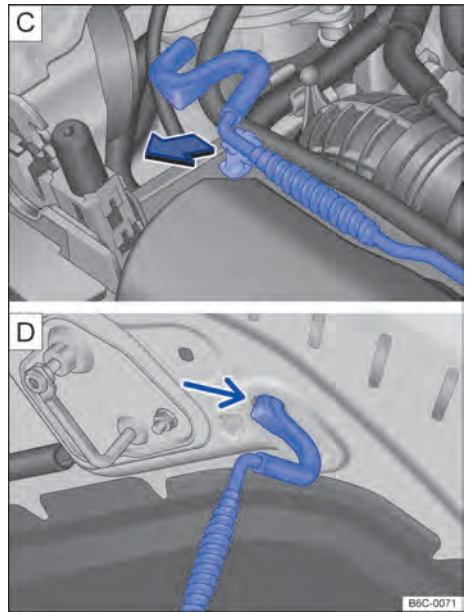

Fig. 150 **C** Varilla de sujeción del capó delantero. **D** Capó delantero apoyado en la varilla de sujeción.
- Retirar la varilla de sujeción del soporte en el sentido de la flecha → **fig. 150 C** y posicionarla en la abertura del capó delantero → **fig. 150 D**.
- Retirar la varilla de sujeción del orificio → **fig. 150 D** y encajarla en la pata de apoyo del cierre → **fig. 150 C**.